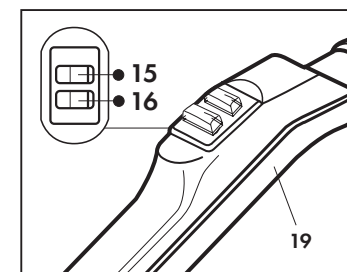
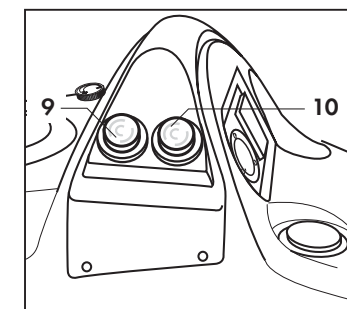

Abb. 13
Abb. 14
Die Taste für die Saugfunktion (15) am Handgriff des Schlauchs drücken, um die Funktion ein- und auszuschalten; hält man die Taste gedrückt, wird die Saugleistung erhöht oder verringert. (Abb. 13)
Um das Gerät auszuschalten, alle Schalter (Dampf- und Saugfunktion) am Handgriff (19) ausschalten (Abb. 13); die Schalter am Gerät auf OFF positionieren (Abb. 14) und den Stecker aus der Steckdose ziehen.
Nach den Reinigungsarbeiten den Schmutzwasserbehälter (2) leeren und das verwendete Zubehör reinigen. Abb. 13